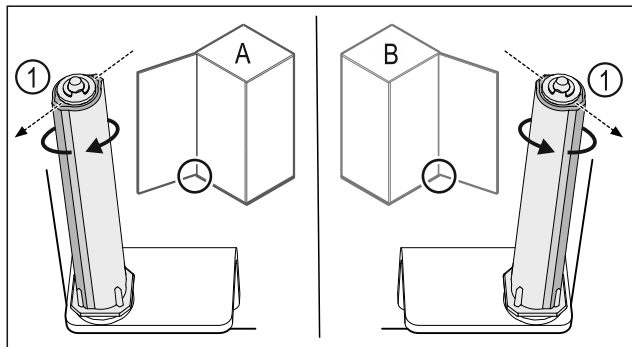

Fig. 42 Linksanschlag (A) / Rechtsanschlag (B)
- Schließsystem gegen den Widerstand drehen, bis der Steg des Schließsystems Fig. 42 (1) nach außen zeigt.